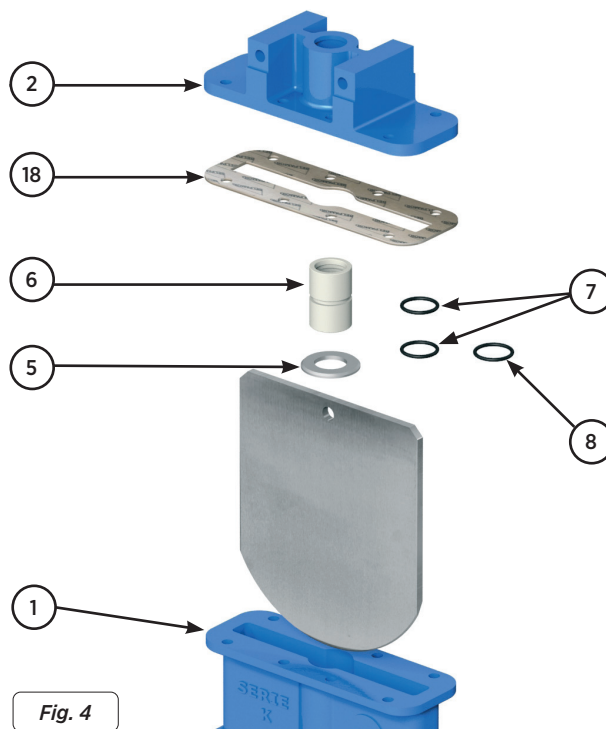

Fig. 4
Questa guarnizione (fig. 4) ottiene la tenuta stagna inserendo un boccola (6) tra il corpo e lo stelo, questa boccola (6) si poggia contro il coperchio (2) dalla parte superiore e con una rondella (5) dalla parte inferiore, e inoltre ha due guarnizioni interne a contatto con lo stelo e un'altra esterna (8) a contatto con il corpo (1), per ottenere la tenuta stagna.